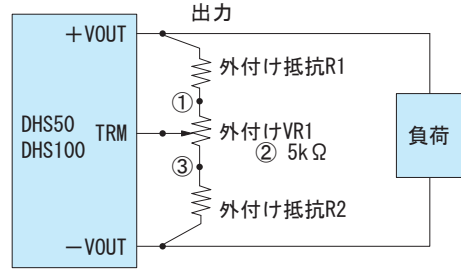

図4.5 外付け部品の接続方法 (DHS50, DHS100)
- ボリューム (VR1) と抵抗 (R1, R2) を図4.5のように接続することで出力電圧を可変できます。ボリュームは右回転で②—③間の抵抗値が小さくなるように接続すれば、出力電圧は高くなります。表4.2に外付け部品推奨値を示します。これ以外の条件でご使用の場合は、当社までお問い合わせください。